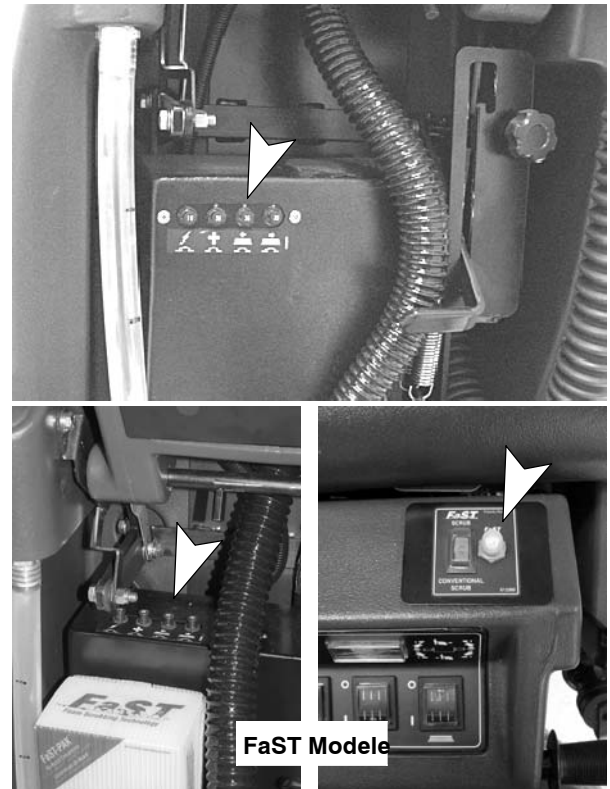

FIG. 24
Les modèles SS2701 et SS3301 sont équipés de (4) coupe-circuits destinés à protéger les moteurs des dommages. Si les coupe-circuits se déclenchent, il n'est pas possible de les réenclencher immédiatement. Déterminez la cause du désenclenchement des coupe-circuits, laissez le moteur refroidir et réenclenchez les coupe-circuits. Les coupe-circuits des moteurs des brosses se déclenchent en cas de surcharge du patin. Nettoyez ou changez le patin si le coupe-circuit se déclenche. Les boutons des coupe-circuits se trouvent à l'arrière de la machine comme illustré (Figure 24).
- Coupe-circuit du moteur de brosse 35 A (2)